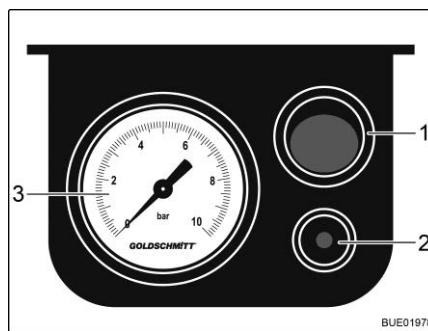

Fig. 14 Elemento di comando elettrico
- ▶ Premere il tasto On/Off (Fig. 14,1) sull'elemento di comando elettrico. Riempire l'impianto con un compressore esterno da una valvola (a sinistra sulla console del sedile sinistro del veicolo).
- Scaricare pressione. A tale scopo, premere il perno di sfiato (Fig. 14,2) sull'elemento di comando elettrico.